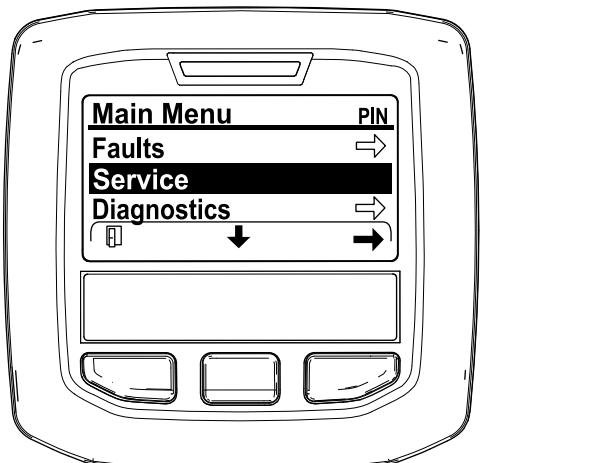

Figura 29
- Vá até ao MENU PRINCIPAL, prima o botão central para ir até ao MENU DE MANUTENÇÃO e prima o botão direito para selecionar a opção de MANUTENÇÃO (Figura 29).